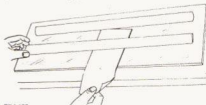
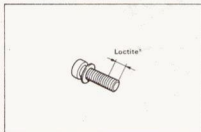

Bild 182
Bild 183
- Gabelstandrohre dürfen nicht verbogen sein. Prüfung lt. Bild 182.
- Gabelstandrohr nahezu waagrecht halten, Dämpferkolben (10) mit aufgesteckter Anschlagfeder (13) und aufgezogenem Kolbenring (12) mit schlanke Teil voran von oben in Gabelstandrohr einführen und so weit durchschieben, bis der schlanke Teil unten aus dem Gabelstandrohr austritt. Ganz ausziehen, bis Anschlagfeder anschlägt.
- Konische Hülse (15) mit dem Konus nach oben auf schlanken Teil des Dämpferkolbens aufsetzen.
- Ist untere Gleitbuchse (14) am Gabelstandrohr angebracht?
- Gabelgleitrohr über Standrohr schieben, bis konische Hülse (15) Boden des Gleitrohrs berührt.
- Schraube (16) mit Kupferdichtung (wie in Bild 183 gezeigt) mit Loctite gesichert ansetzen und festziehen (20 Nm). Wenn erforderlich Gegenhalter lt. Bild 56.14 benutzen.